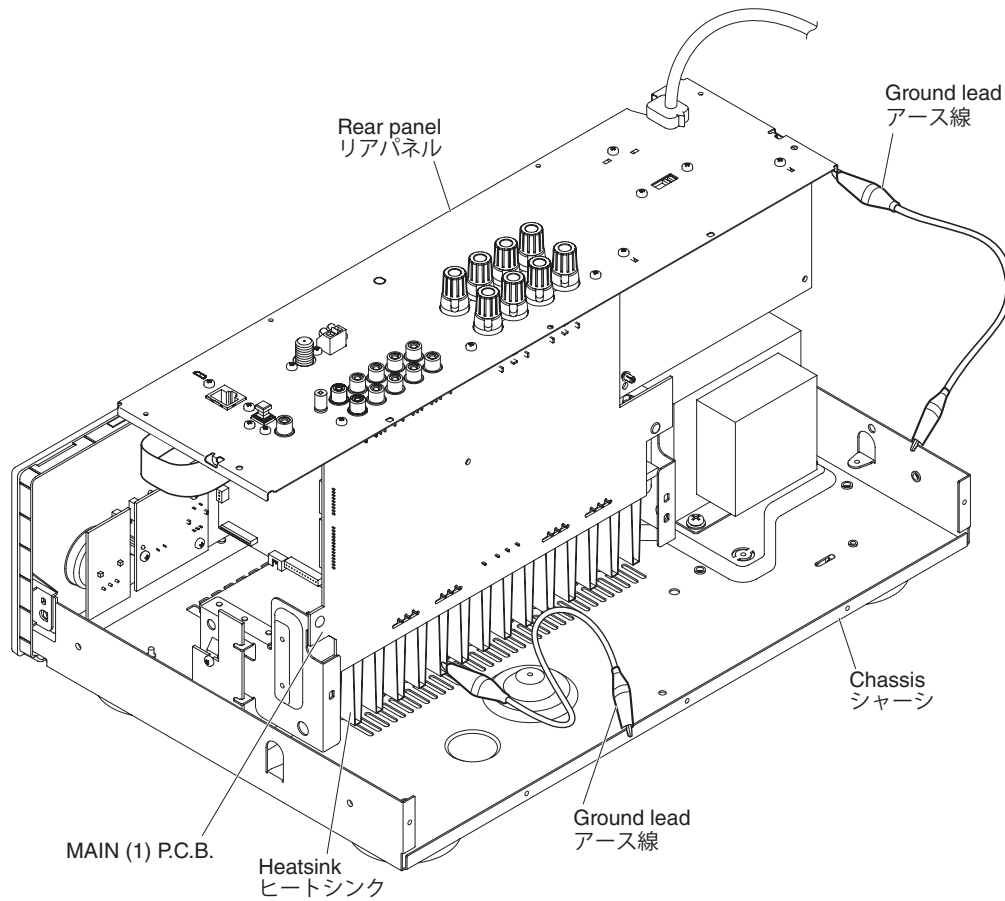

Fig. 6
- Place the P.C.B.s (with rear panel) upright. (Fig. 6)
- Connect the heatsink and rear panel to the chassis with a ground lead or the like. (Fig. 6)
- リアパネルと一緒に P.C.B. を立ち上げて置きます。(Fig. 6)
- ヒートシンク、リアパネルをリード線等でシャーシに接続してください。(Fig. 6)